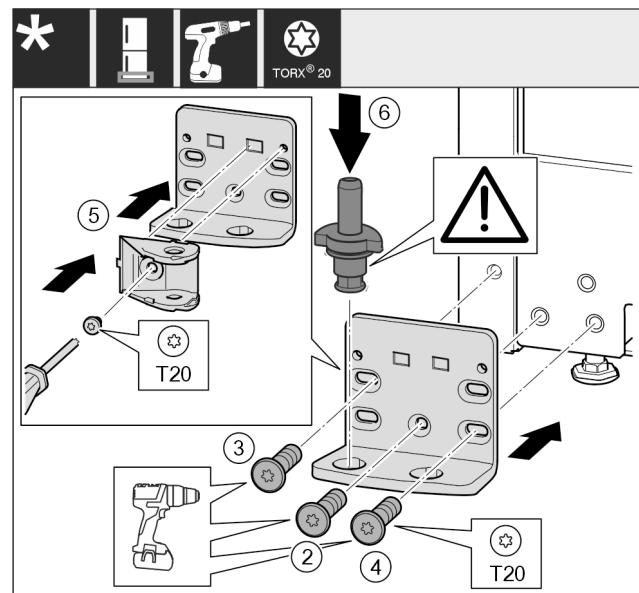

Fig. 19
- ▶ 将托架安装到另一侧，并借助 T20 螺丝刀旋紧。用螺钉 2 从底部的中心开始。Fig. 19 (2)
- ▶ 拧紧螺钉 3 和 4。Fig. 19 (3,4)